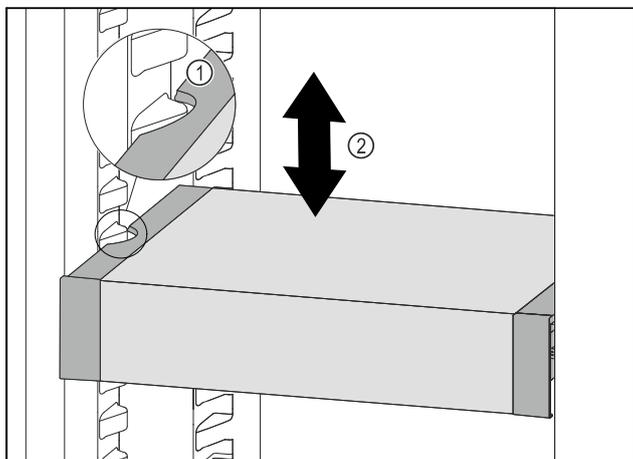

Fig. 133
- ▶ Tirare VarioSafe in avanti fino a quando le cavità laterali di VarioSafe non si trovano al livello della nervatura del contenitore nel vano frigorifero. Fig. 133 (1)
- ▶ Spostare VarioSafe verso l'alto o verso il basso nel vano frigorifero fino a raggiungere l'altezza desiderata. Fig. 133 (2)